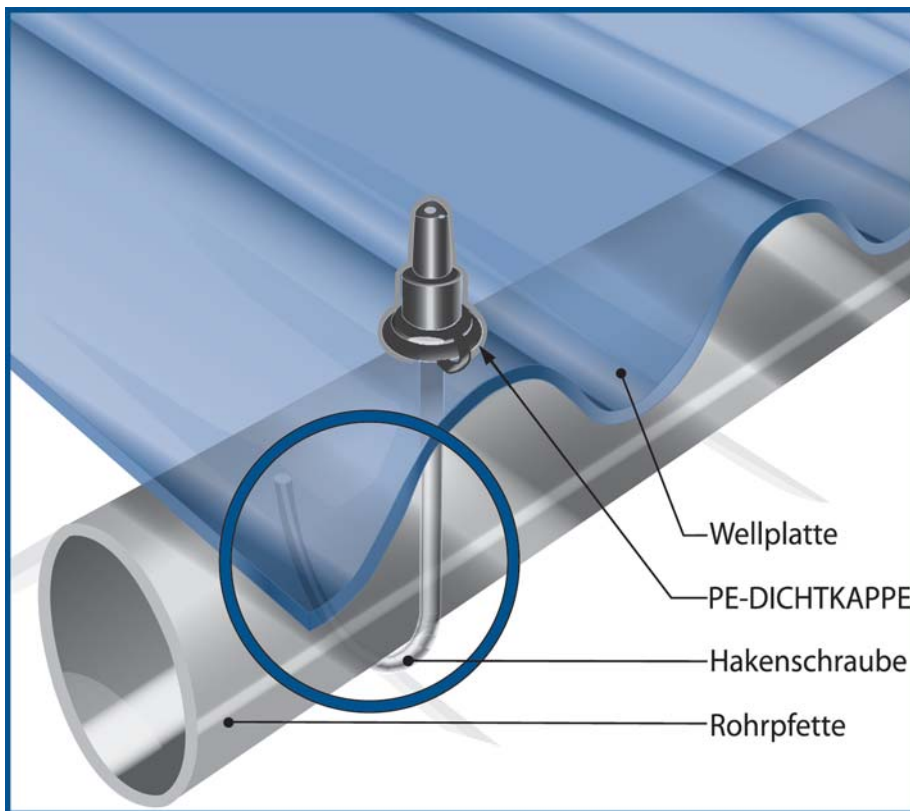

Abb. 7a:
- die Schraube von der Bohrungskante distanzieren (Abb. 7a + b).